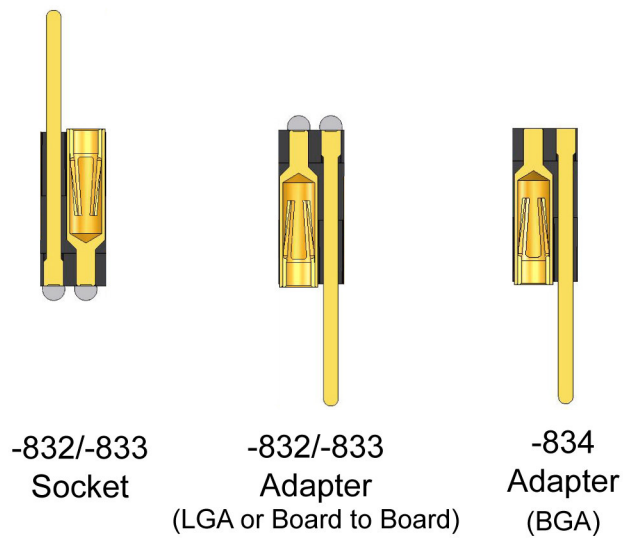

Fig. 8
- 4.2 Terminal options [Fig. 8]: